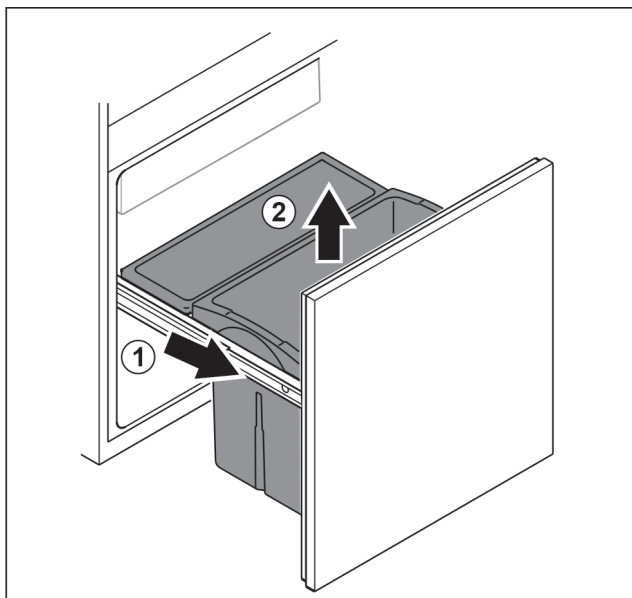

Fig. 80
- Auszugswagen bis zum Anschlag herausziehen. Fig. 80 (1)
- Schubfach nach oben entnehmen. Fig. 80 (2)